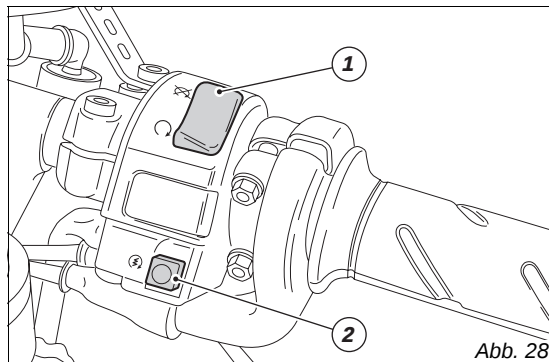

Abb. 28
- 2) Sich davon überzeugen, dass sich der Stoppschalter (1, Abb. 28) auf  (RUN) befindet, dann die Anlassertaste (2, Abb. 28) betätigen.